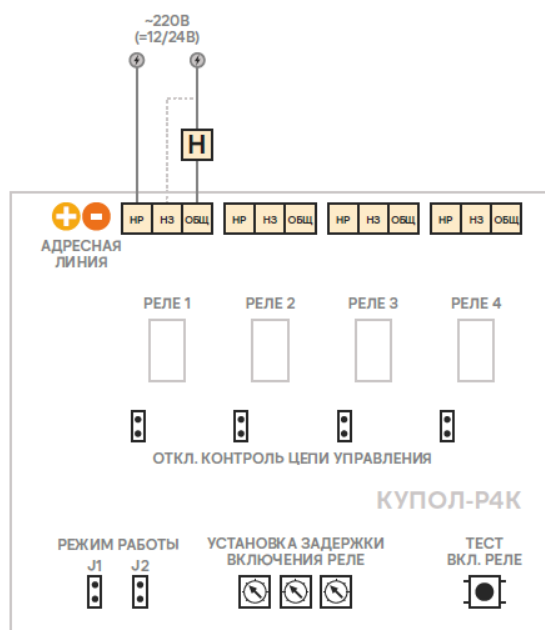

Рис.2. Расположение клемм и органов управления КУПОЛ-Р4. Схема подключения нормально-выключенной нагрузки.
Установка режимов работы модуля производится с помощью 2-х джамперов "Режим работы". Джампер J1 управляет режимом работы реле 1 и 2, джампер J2 - реле 3 и 4. Установленный джампер соответствует импульсному режиму работы, снятый – постоянному (см. Таблица 1 и рис.2).
1.9. Каждое реле модуля имеет джампер отключения контроля цепи управления (см рис.2), что необходимо для проведения пусконаладки при отсутствии напряжения питания нагрузки, а также для поиска неисправностей в цепях управления (раздел 3). При установленном джампере контроль цепи управления отключен.
2. Напряжение нагрузки разрешается подавать не ранее, чем через 20сек после первого включения модуля, т.к. после транспортировки положение контактов реле может отличаться от указанного на рис.2, 3.